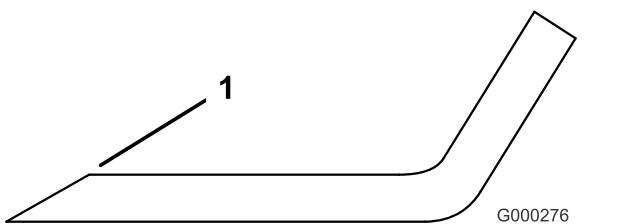

Figure 30
3. Examinez les tranchants de toutes les lames et affûtez-les s'ils sont émoussés ou ébréchés. N'aiguissez que le haut du tranchant et conservez l'angle de coupe d'origine pour obtenir une coupe nette (Figure 30). Limez la même quantité de métal sur chacun des deux tranchants pour ne pas déséquilibrer la lame.